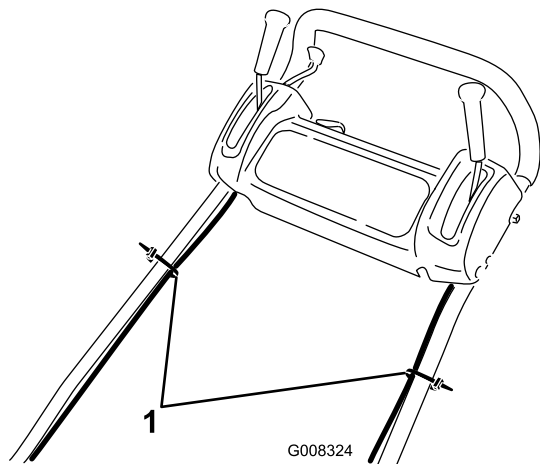

図 4
9. ケーブル・タイを使ってケーブルをハンドルに固定する（図 4）。